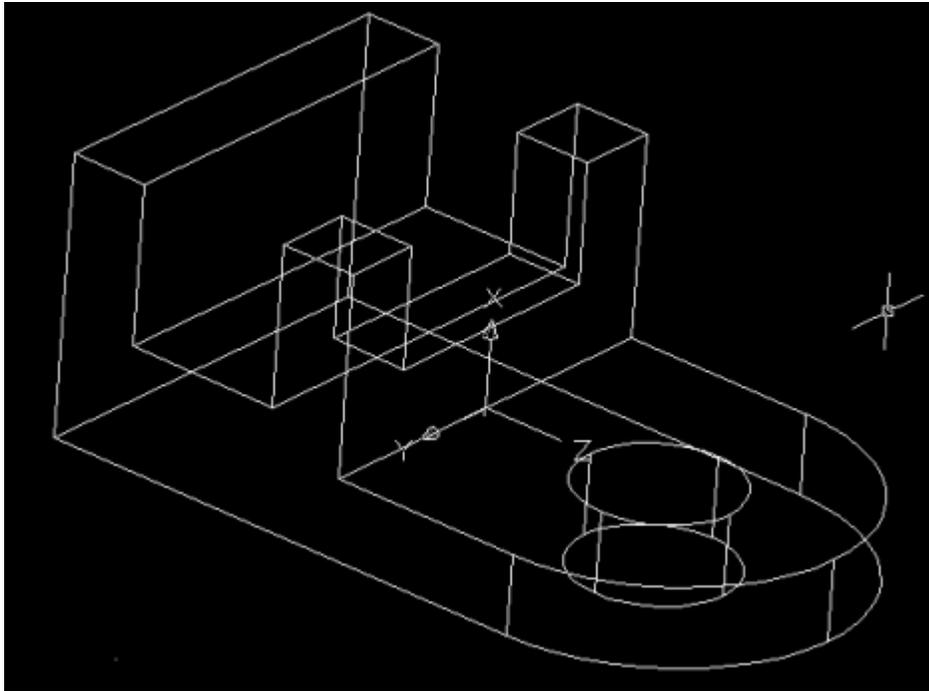

Figura 103.
27. Ahora crearemos un corte rectangular con dimensiones de 1.5 X 0.75 para el tamaño y 0 X 0.5 para la ubicación; como se muestra en la figura. Renombramos el diseño como *Rect\_Cut* (usaremos la opción *Next*), como se muestra en la figura 103.